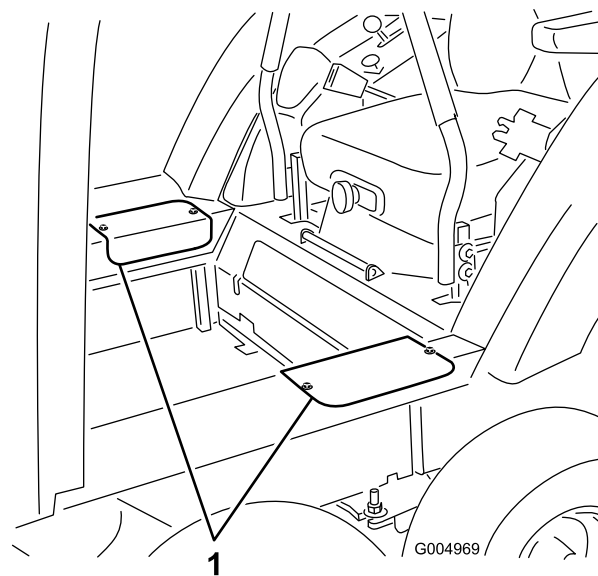

Figura 74
6. Togliete le 2 viti che fissano il portello di accesso di ciascun lato e rimuovete i portelli (**Figura 74**).